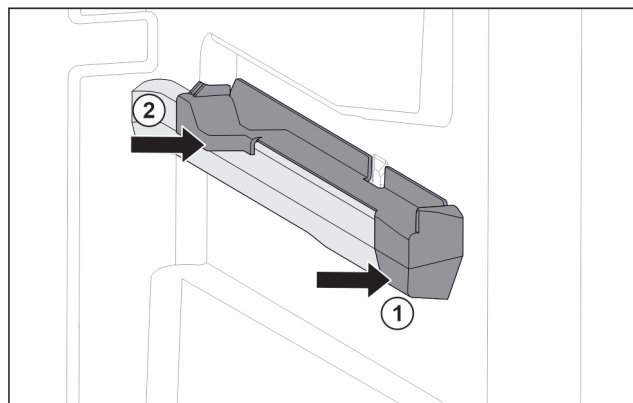

Fig. 108 Наставка върху дясното ребро на съда
- ▶ Поставете наставката отпред към реброто на съда. Fig. 108 (1)
- ▶ Притиснете наставката отзад. Fig. 108 (2)